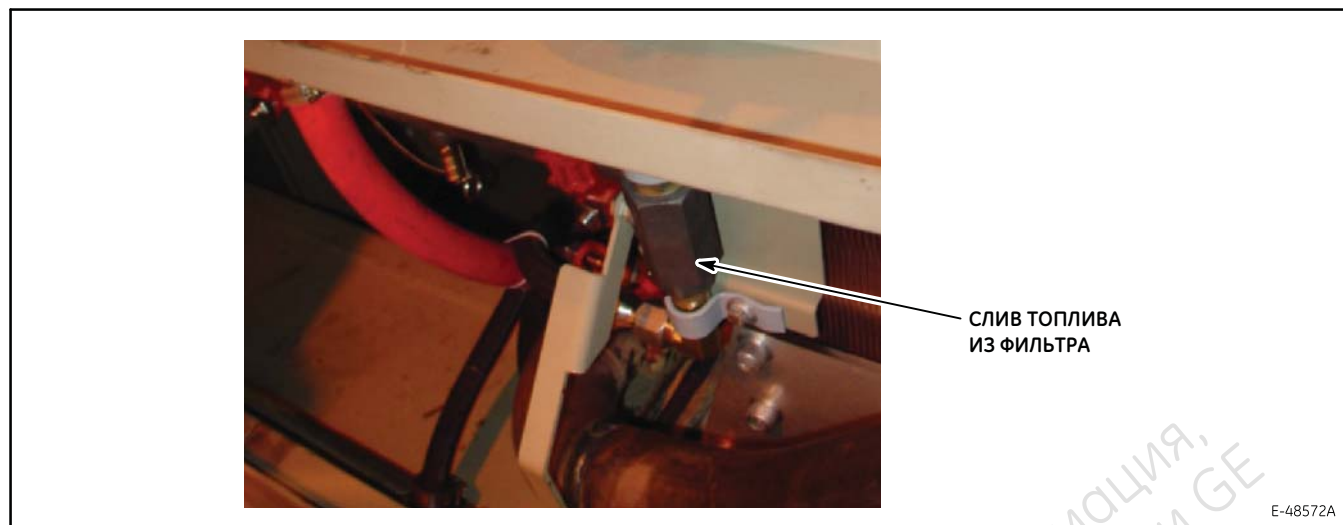
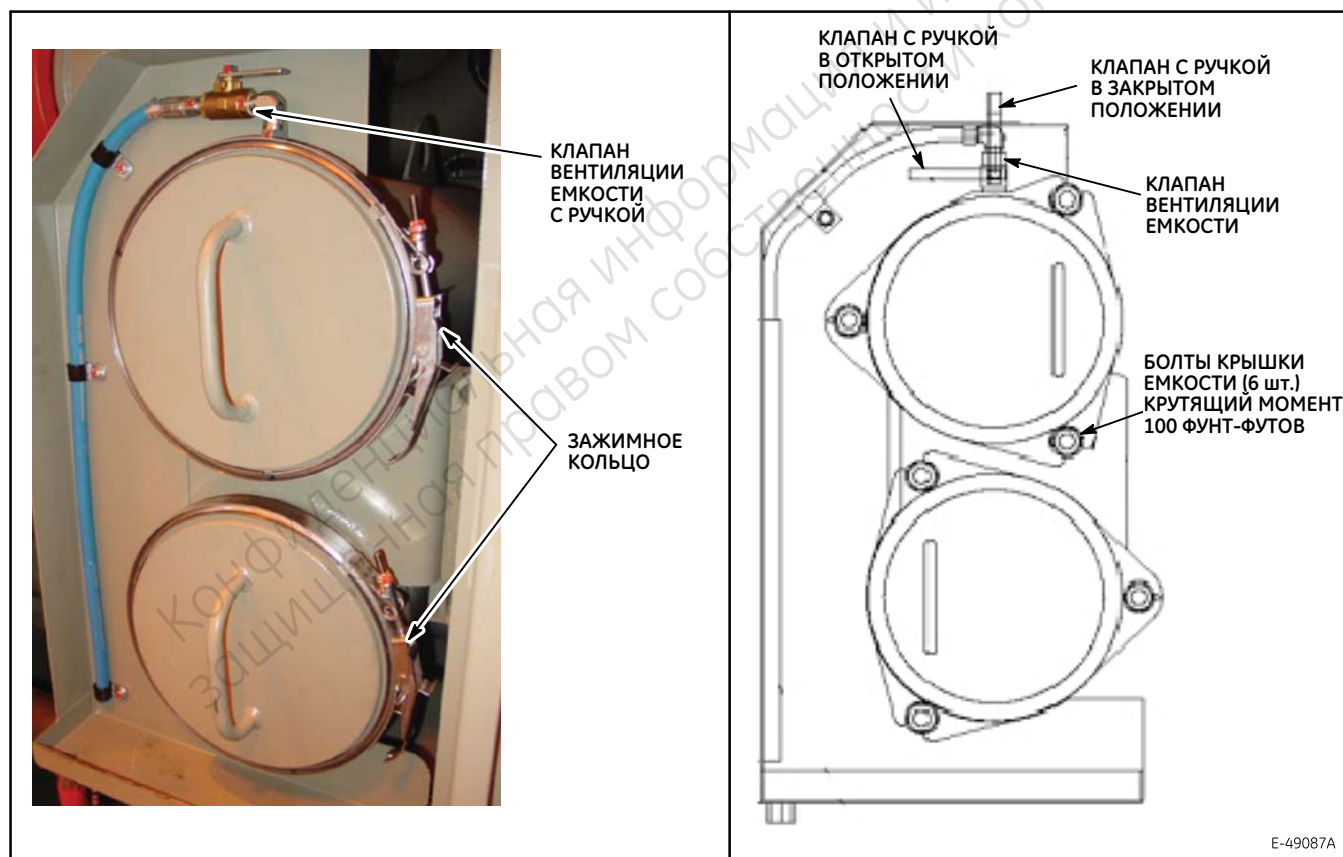

Figure 14. Сливной кран корпусов топливных фильтров.
Figure 15. Варианты конструкции корпусов топливных фильтров локомотивов серии Evolution.
3. Слейте топливо из корпусов фильтров через сливной кран ( Figure 14 ). Подождите, пока топливо не стечет из фильтров полностью. Откройте вентиляционный кран ( Figure 15 ) для поступления воздуха в топливные фильтры: в этом случае топливо сливается быстрее.
4. Снимите стяжной хомут, или отверните гайки крепления крышек топливных фильтров ( Figure 15 ). С усилием потяните крышку топливного фильтра на себя за ручку: за время работы прокладка крышки прилипает к корпусу. Остатки топлива, пролившегося из-под крышки (мимо подставленного поддона), необходимо убрать ветошью.
10. Перед заполнением топливной системы проследите, чтобы сливной кран ( Figure 14 ) был полностью закрыт.
13. Чтобы ускорить заполнение топливной системы дизеля, откройте вентиляционный кран ( Figure 15 ) для выпуска воздуха из топливных фильтров. Проследите, чтобы вентиляционный кран после заполнения топливной системы был закрыт.